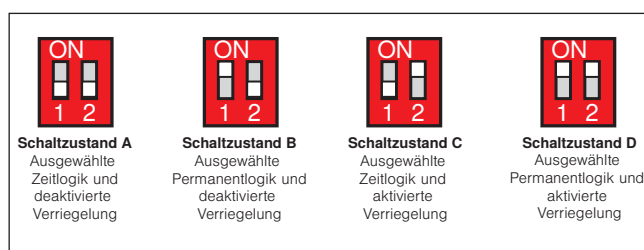

Abb. 1 Kodierschalter S1 mit folgenden Schaltfunktionen:
**HINWEIS** Kodierschalter entsprechend der gewünschten Funktion einstellen (Abb. 1).